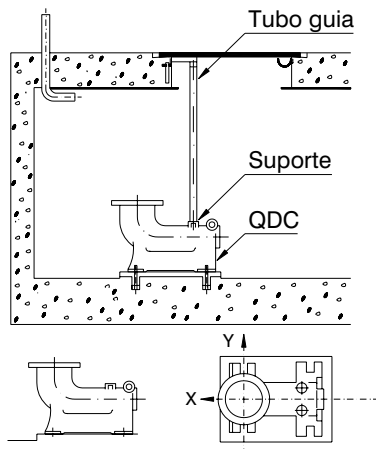

Fig 4
3.3. Instalação do QDC (Fig. 4)